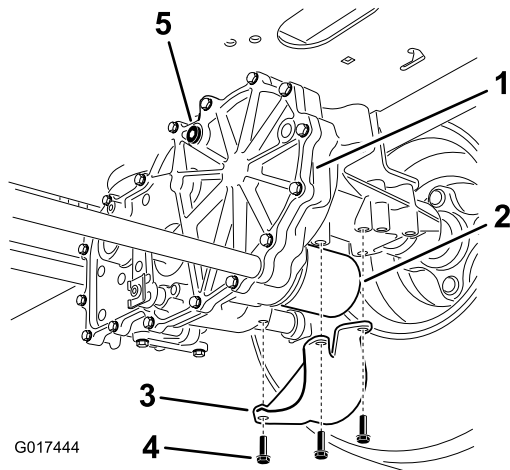

Figura 69
2. Localice el filtro y los protectores de cada sistema de tracción del transeje (Figura 69).
3. Retire los 3 tornillos que sujetan el protector del filtro, y retire el protector (Figura 69).